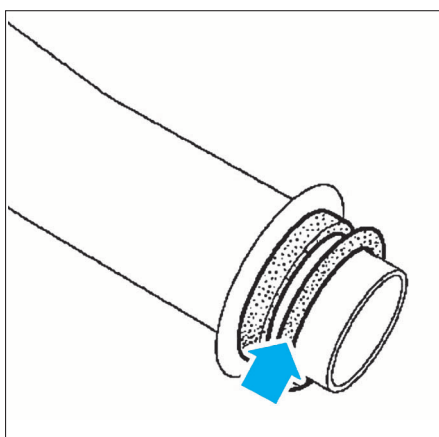

FIG. 10
- remplacer impérativement les joints toriques des canalisations du radiateur, coté radiateur (Fig.10).